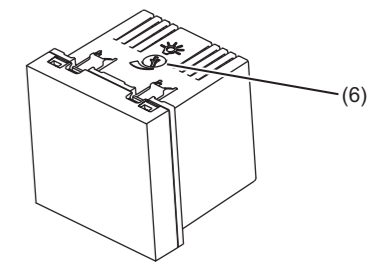

Bild 6: Helligkeitseinstellung
- Zentralstück (5) vom Tragring abziehen.
- Rahmen (2) entfernen.
- Einsatz (1) aus der UP-Dose herausziehen.
- Potenziometer (6) einstellen (Bild 6).
- Rahmen (2) über dem Tragring des Einsatzes (6) positionieren.
- Zentralstück (5) aufrasten.